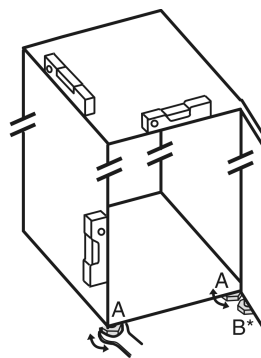

Fig. 27
- Seřizovací nožky Fig. 27 (A) vyšroubujte pomocí přiloženého vidlicového klíče a pomocí vodováhy, dokud nebude spotřebič pevně vyrovnaný.
- Seřizovací nožku Fig. 27 (B) na stojanu ložiska vytáchejte pomocí přiloženého vidlicového klíče, až dosedne na zem.
- Seřizovací nožku Fig. 27 (B) otácejte dál o 90°.